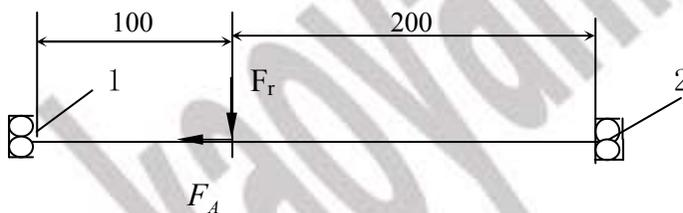

图 4
1. (20 分) 图 4 所示轴上正装一对 7306AC 轴承, 已知工作温度低于 100 度, 载荷平稳, 轴上外力  $F_A = 3600\text{N}$ ,  $F_r = 9000\text{N}$ , 其方向及作用点到支点的距离如图所示。